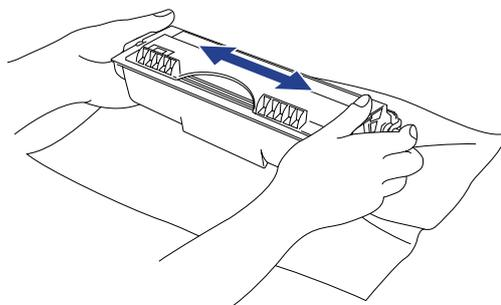

图 5-3
- (1) 打开前盖，将硒鼓单元从打印机中取出；
- (2) 把带有旧粉盒的硒鼓单元放在一个水平板上，用右手推着锁定杆把粉盒从硒鼓单元中取出；
- (3) 打开新粉盒的包装，在水平方向左右轻摇5-6次（图 5-3）。